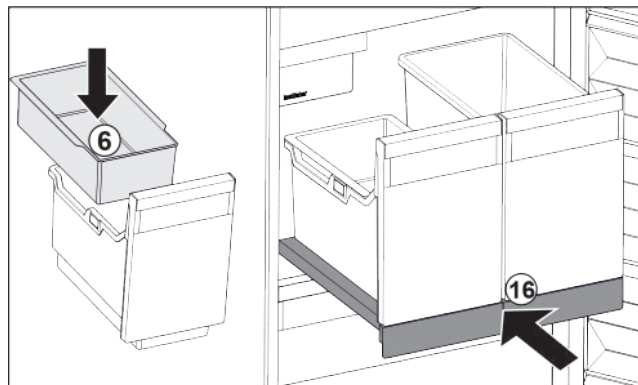

Fig. 29
- ▶ Вставьте навесной лоток Fig. 29 (6) для кубиков льда.
- ▶ Вставьте выдвижную панель с контейнером (IceTower). Fig. 29 (16)